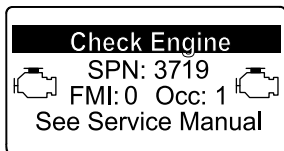

Figura 54
- Advertencia del motor SPN 3719, FMI: 0 (Figura 54)